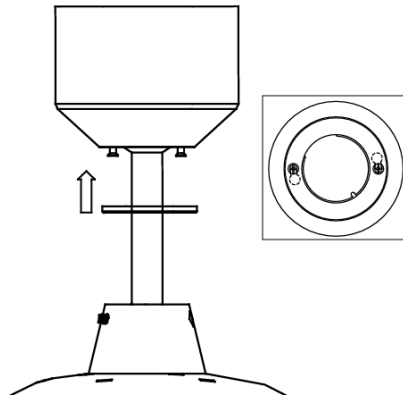

Fig. 6
4. Cubra el soporte de montaje con la cubierta del dosel. Asegúrese de que todas las conexiones eléctricas están escondidas dentro del dosel y de que no han sido dañadas durante este proceso y asegúrelo con los tornillos. **Fig. 6**
Finalmente asegure la cubierta del dosel a los tornillos girándola en sentido horario. **Fig. 6**